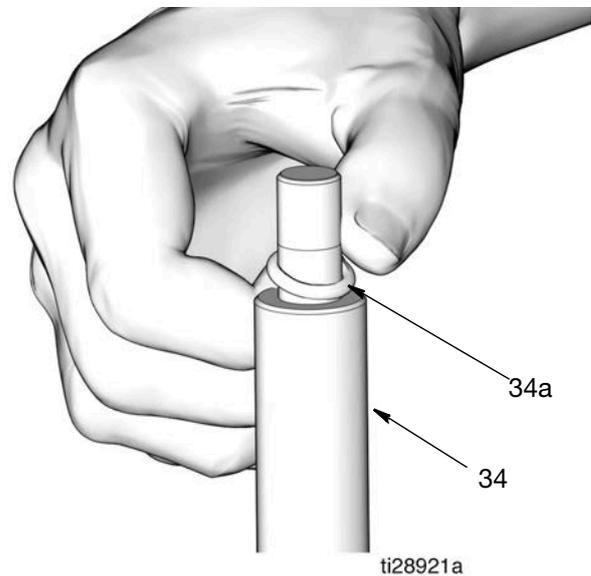

FIG. 25
- d. Deseche la junta del pistón (4), la junta tórica (34a) y la tuerca (37) según la normativa para una eliminación correcta.
21. Utilice un palillo o similar para sacar la junta tórica (34a) del eje del pistón (34) (FIG. 25).